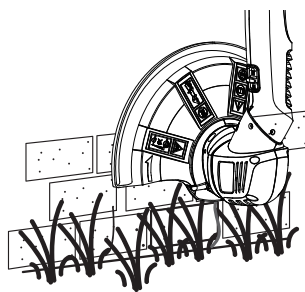

Fig. 15
- > Ajuste o ângulo da cabeça do aparador (7) quando aparar em extremidades. Evite que o dispositivo de corte entre em contacto com objetos duros, como paredes e pedras de lancil (Fig. 15).